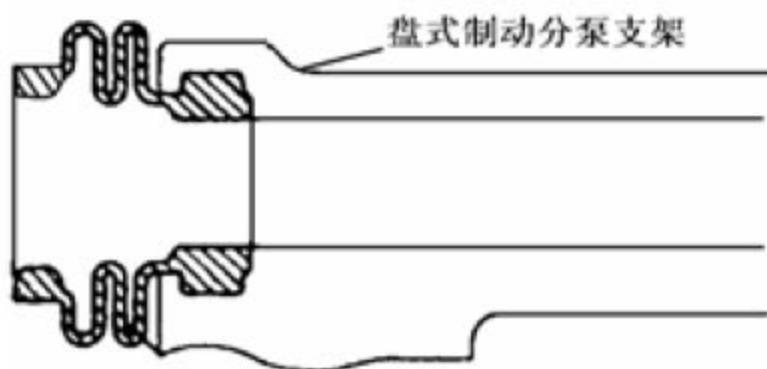

图 3—14
- 8). 拆卸前盘导向销防尘套。从前盘式制动分泵支架上拆下 2 个防尘套，如图 3—14 所示。